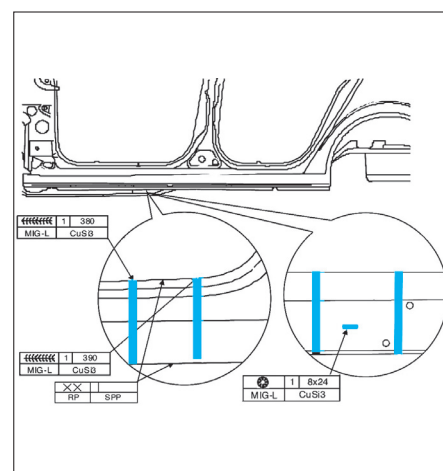

FIG. 65
- Ajuster le morceau de bas de caisse (fig. 65).
- Souder le morceau d'accès de fixation avant de montant B (fig. 65).